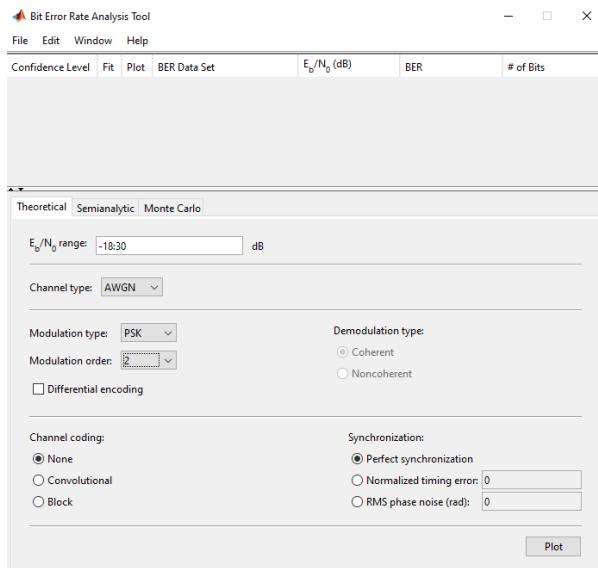
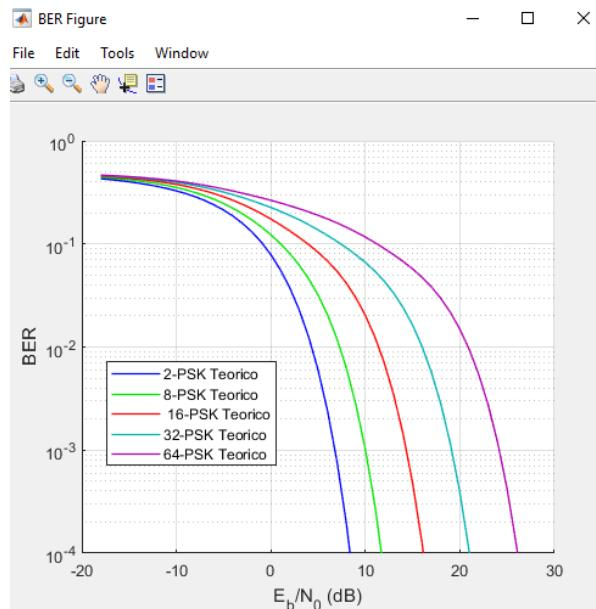
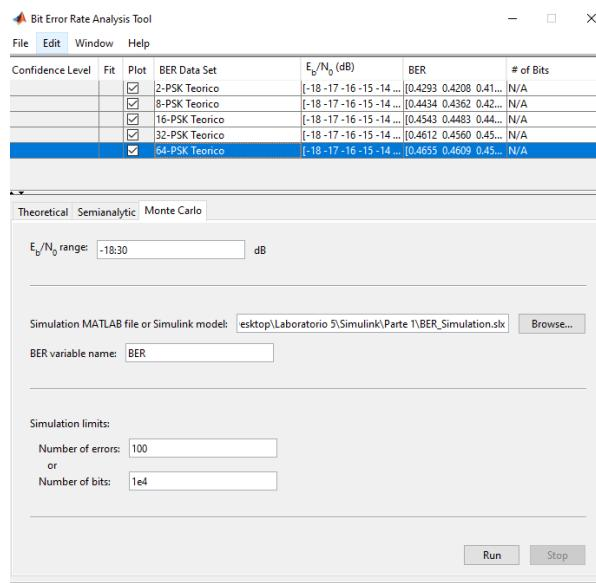

Figura 3: Ventana de Bertool.
Figura 4: Simulaciones teóricas con diversos ordenes de M para PSK.
Figura 5: Ventana de configuración para simulación Monte Carlo.
4. Para llevar acabo la simulación Monte Carlo vaya al entorno gráfico de Matlab y ubique el *Command Window* ó ventana de comandos y digite el comando *bertool* y seguido de la tecla *Enter* deberá abrir una ventana de configuración, según se muestra en la figura 3.
Una vez configurados los parámetros anteriores puede presionar la tecla *Plot* la cual deberá mostrarle un gráfico como el de la figura 4. Para cambiar el eje Y de 10^0 hasta 10^{-4} es necesario dar click en la ventana *Edit* y en *Y Axis Limits ...* configurar el *Lower limit* con 1e-4. Finalmente para darle nombre a las gráficas tome como referencia la figura 3 y ubique la pestaña *BER Data Set* donde seleccionará la gráfica y con doble click asigne el nombre de la modulación simulada adicionando la etiqueta teórico para poder identificarlas luego, (e.g 2-PSK-Teórico).
- Al obtener todas las curvas teóricas, con base en la figura 3 ubique la pestaña llamada Monte Carlo y al dar click deberá observar la pantalla de configuración tal como se muestra en la figura 5.